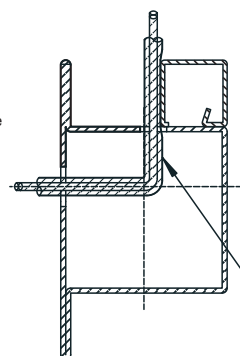

FIG. 11
9. for the mortise version, lead the red/black electric ripcord through the door and the cable outlet plates (if any); install the special ½ inch connector terminator, by installing it in the special hole on the hinge side plate up to the input system connector block. For the rim version, **place the ripcord in the specially provided protective sheath as shown in figure 11 here below**;
9. dans le cas de la version à enfileur, positionner le ruban bipolaire rouge/noir à travers la porte et les plaquettes passe-fil (si besoin) ; monter le point de terminaison avec le coupleur d'½ pouce correspondant, le fixer dans l'orifice correspondant sur la plaque côté charnières jusqu'au carter de dérivation du système d'alimentation. Dans le cas de version à appliquer, **insérer la plaquette dans la gaine de protection correspondante** selon les indications de la **figure 11** ;
9. En caso de versión embutida, haga pasar el cable plano bipolar rojo/negro a través de la puerta y las placas pasacables (si están presentes); coloque el terminal correspondiente con conexión de ½ pulgada, fijándolo en el correspondiente orificio de la placa, en el lado de las bisagras, hasta el cofre de derivación de la instalación de alimentación. En caso de versión aplicada, **introduzca el cable plano en la funda de protección correspondiente**, según lo indicado a continuación, en la **Fig. 11**;
9. Bei der Einsteckausführung das rotschwarze zweipolige Bandkabel durch die Tür und die Kabeldurchführungsplatten (wo gegeben) unterbringen. Den entsprechenden Terminator mit ½-Zoll-Anschluss montieren, indem man ihn in der eigens vorgesehenen Bohrung auf der bandseitigen Platte bis zur Abzweigdose der Einspeisung befestigt. Bei der Aufsetzausführung **das Bandkabel in die eigens hierfür vorgesehene Schutzhülse einführen**, siehe **Abbildung 11**;